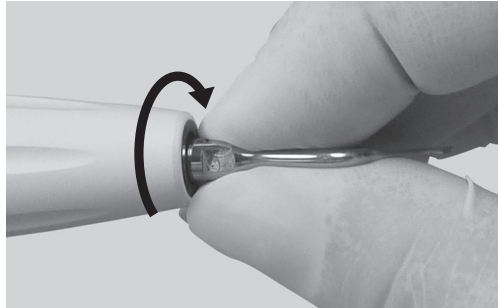

Abb. 15
- 1) Schrauben Sie den Aufsatz zunächst leicht mit Ihren Händen an. (Abb. 15)